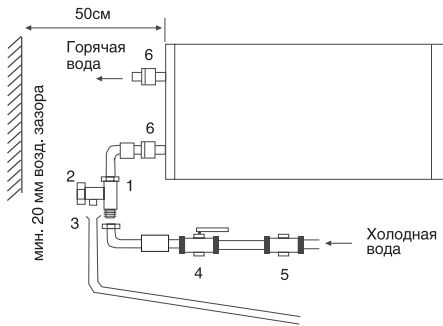

Рис. 9
1. Установка водонагревателей серий Formax, Formax Digital существенно облегчается возможностью установить их как вертикально, так и горизонтально в любом месте вашего дома, в отапливаемом (!) помещении. Желательно установить водонагреватель как можно ближе к месту использования горячей воды, поскольку, чем меньше длина труб, тем меньше потери тепла. Как показано на рис. 9, при горизонтальной установке водонагревателя трубы подводки должны быть расположены слева. При установке водонагревателя рядом со стеной, оставьте рекомендованное свободное пространство для технического обслуживания. Не устанавливайте водонагреватель на горизонтальной поверхности и вплотную к полу.